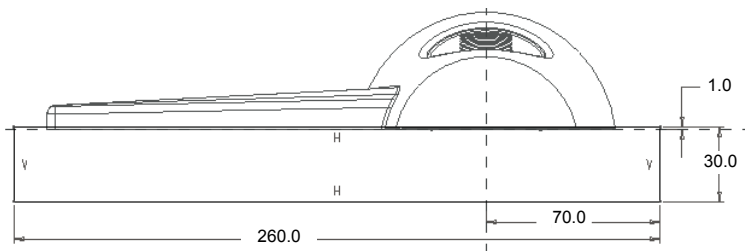

图 6.7.64 截面图形
(2) 右击，从菜单中选择 **定义内部草绘...** 命令。设置 RIGHT 基准平面为草绘平面，TOP 基准平面为草绘平面的参照；方向为 **顶**；特征截面如图 6.7.64 所示；深度类型为 （穿过所有），深度值为 600.0。